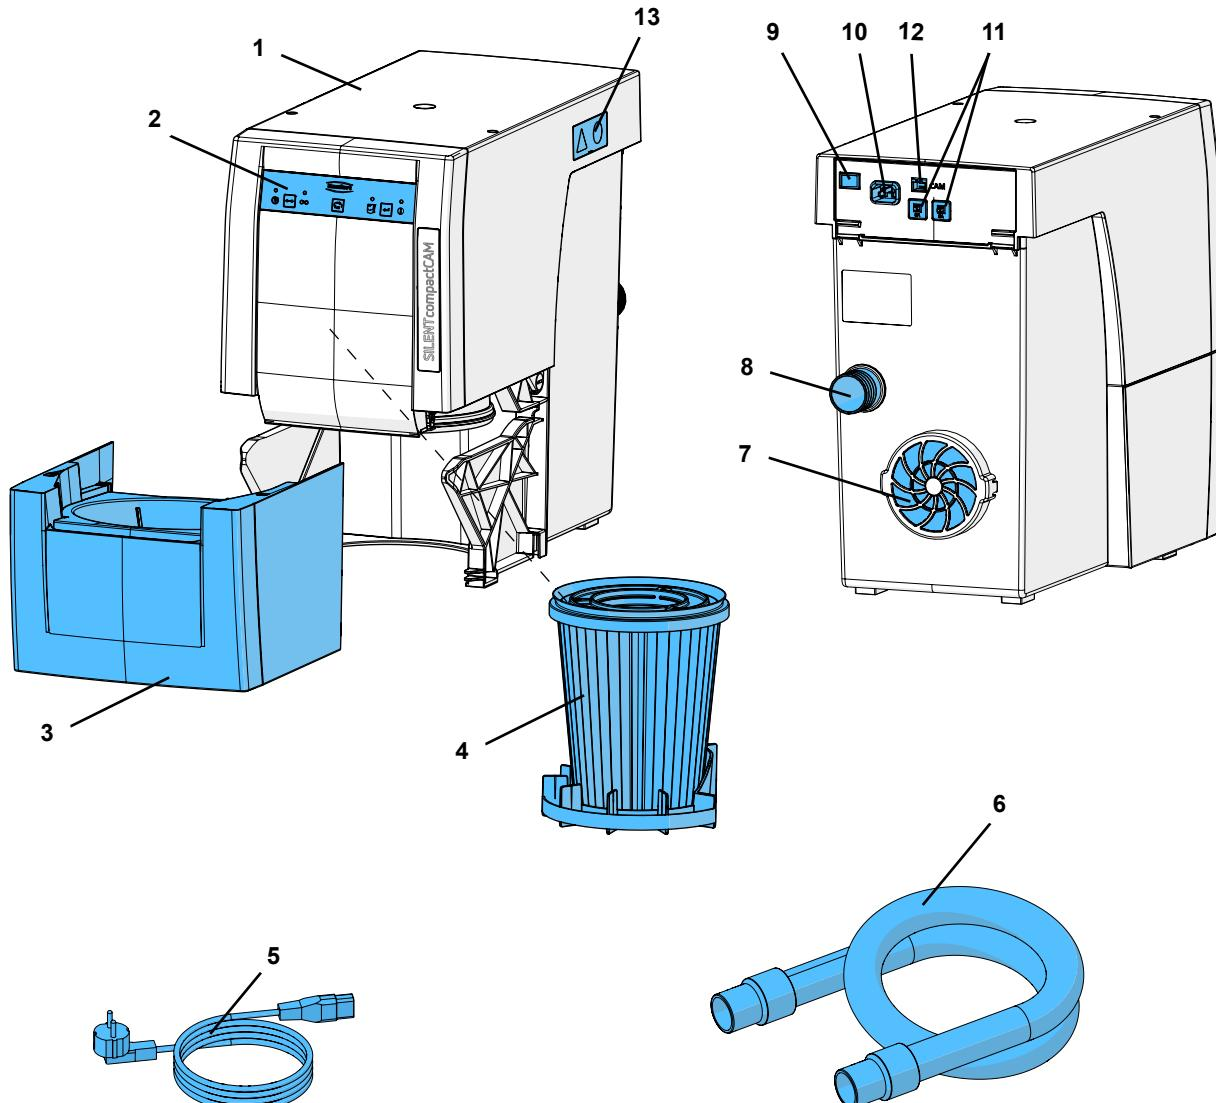

図 1
- ・集塵装置は、排気口(7、図1)を妨げないように、設置して下さい
- ・キャビネットの後壁に開口部を、排気口から直接の位置に250×120 mm以上のサイズで設けます（7、図1）。
- ⇒ 電源コード(5、図1)を電源コンセント(10)に挿し込みます。
⇒ 吸引ホース(6、図1)を吸引口(8)に挿し込みます。